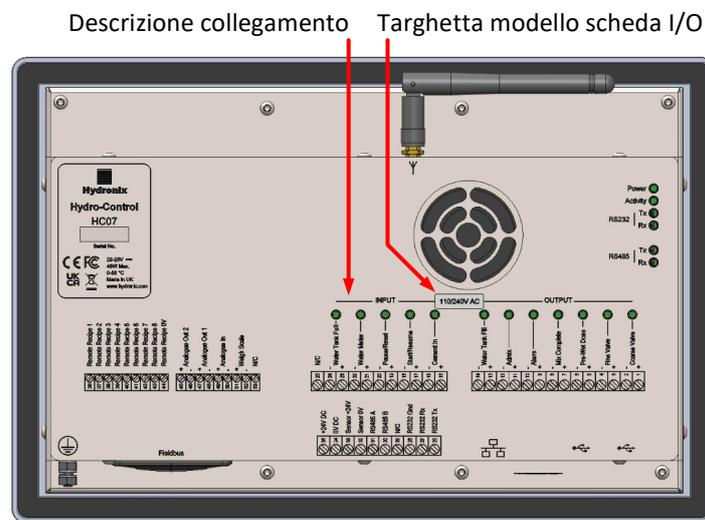

Figura 2: Retro di Hydro-Control – Targhette dei connettori
**AVVISO IMPORTANTE:** se il dispositivo Hydro-Control è dotato di una scheda I/O CA (versione HC07-110), alcuni collegamenti elettrici possono essere sotto tensione. **Quanto sopra vale per i terminali 1-24.** Per informazioni consultare la targhetta indicata nella Figura 2.